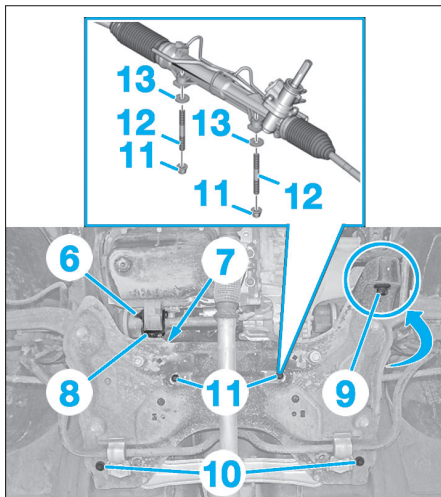

Fig. 21
- les fixations (6) et (7) (Fig.21),
- la biellette anticouple (8).
- les vis (9) et (10) (de chaque côté),
- les écrous de fixation (11) du boîtier de direction.
- les goujons (12),
- les rondelles crantées (13) qui se trouvent entre le boîtier de direction et le berceau,